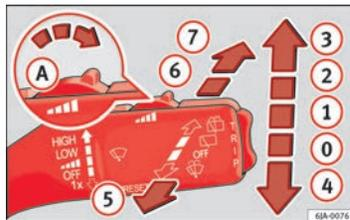

Fig. 66 Leva dei tergicristalli
- Se si desidera pulire **brevemente** il parabrezza spostare la leva verso il basso portandola in posizione  ⇒ fig. 66. ▶
- Muovere la leva verso l'alto fino allo scatto ① ⇒ fig. 66.
- Muovere la leva verso l'alto fino allo scatto ② ⇒ fig. 66.
- Muovere la leva verso l'alto fino allo scatto ③ ⇒ fig. 66.
- Tirare la leva verso il volante, posizione ⑤ ⇒ fig. 66, i tergicristalli e lavacristalli si attivano.
- Premere la leva verso destra fino all'innesto ⑥ ⇒ fig. 66, il tergicristallo si aziona ad intervalli di 6 secondi.
- Premere la leva completamente in avanti fino alla posizione ⑦ ⇒ fig. 66, i tergicristalli e i lavacristalli funzionano simultaneamente.
- Rilasciare la leva. Il lavalunotto smette di funzionare mentre il tergilunotto continua per altre 1-3 tergiture (a seconda del tempo di funzionamento dell'ugello). **Rilasciando la leva torna in posizione ⑥.**
- Portare la leva nella posizione ⑩ ⇒ fig. 66. ■
Se sono accesi gli anabbaglianti o abbaglianti e si solleva la leva portando la in posizione ⑤ ⇒ fig. 66, si aziona brevemente l'impianto lavafari. L'impianto lavafari si aziona anche ogni dieci volte che si aziona il lavacristallo.
- Premere la leva portandola in posizione ④ ⇒ fig. 66 ⇒ pagina 106, i bracci dei tergicristalli si mettono in posizione di servizio.
- Collegare l'accensione e premere la leva verso la posizione ④ ⇒ fig. 66 ⇒ pagina 106, i bracci dei tergicristalli si mettono in posizione base.